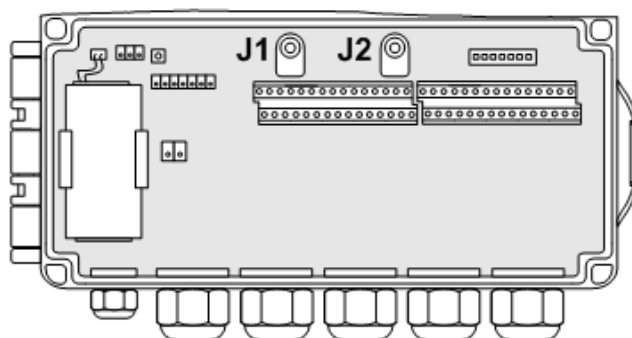

Рис.4. Расположение контактных пар J1 и J2 в отсеке коммутации.
6.1.4. Режим задается комбинацией наличия / отсутствия замыкания с помощью перемычек двух контактных пар J1 и J2, расположенных на плате модуля вычислителя в отсеке коммутации (рис.4).